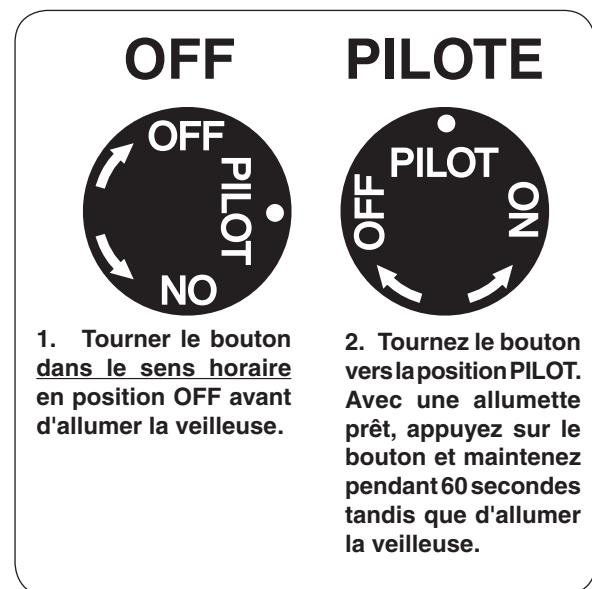

Fig. 22-1 Détail bouton de commande (OFF, PILOTE)
1. Localiser la vanne sur le côté de l'appareil. Appuyer sur le bouton légèrement de contrôle du gaz et tourner dans le sens horaire à **OFF** (Fig. 22-1).
2. TTournez le bouton de réglage dans le sens antihoraire pour **PILOTE** (Fig. 22-1). Appuyez sur le bouton de commande **fermement et pleinement** enfoncée. Tenir un long match de cheminée ou un briquet à proximité du thermocouple pour allumer la veilleuse. Continuez à tenir le bouton de commande pendant environ 60 secondes après que le pilote est allumé, puis relâchez le bouton. Le pilote reste allumé.